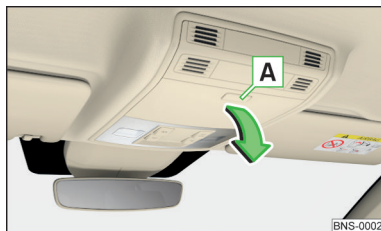

Fig. 121
- Pentru **deschidere** apăsați butonul **A**. Compartimentul se rabatează în sensul săgeții » fig. 121.